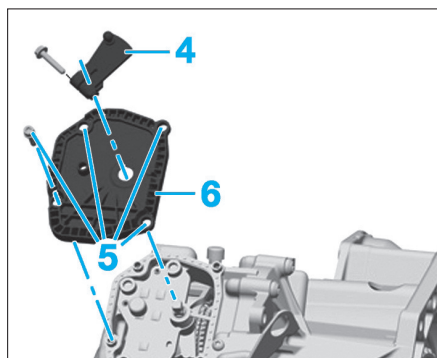

Fig. 4
- Repérer la position de montage du levier (4) et le déposer.
- Déposer les deux vis (5) puis le carter (6) (Fig.4).